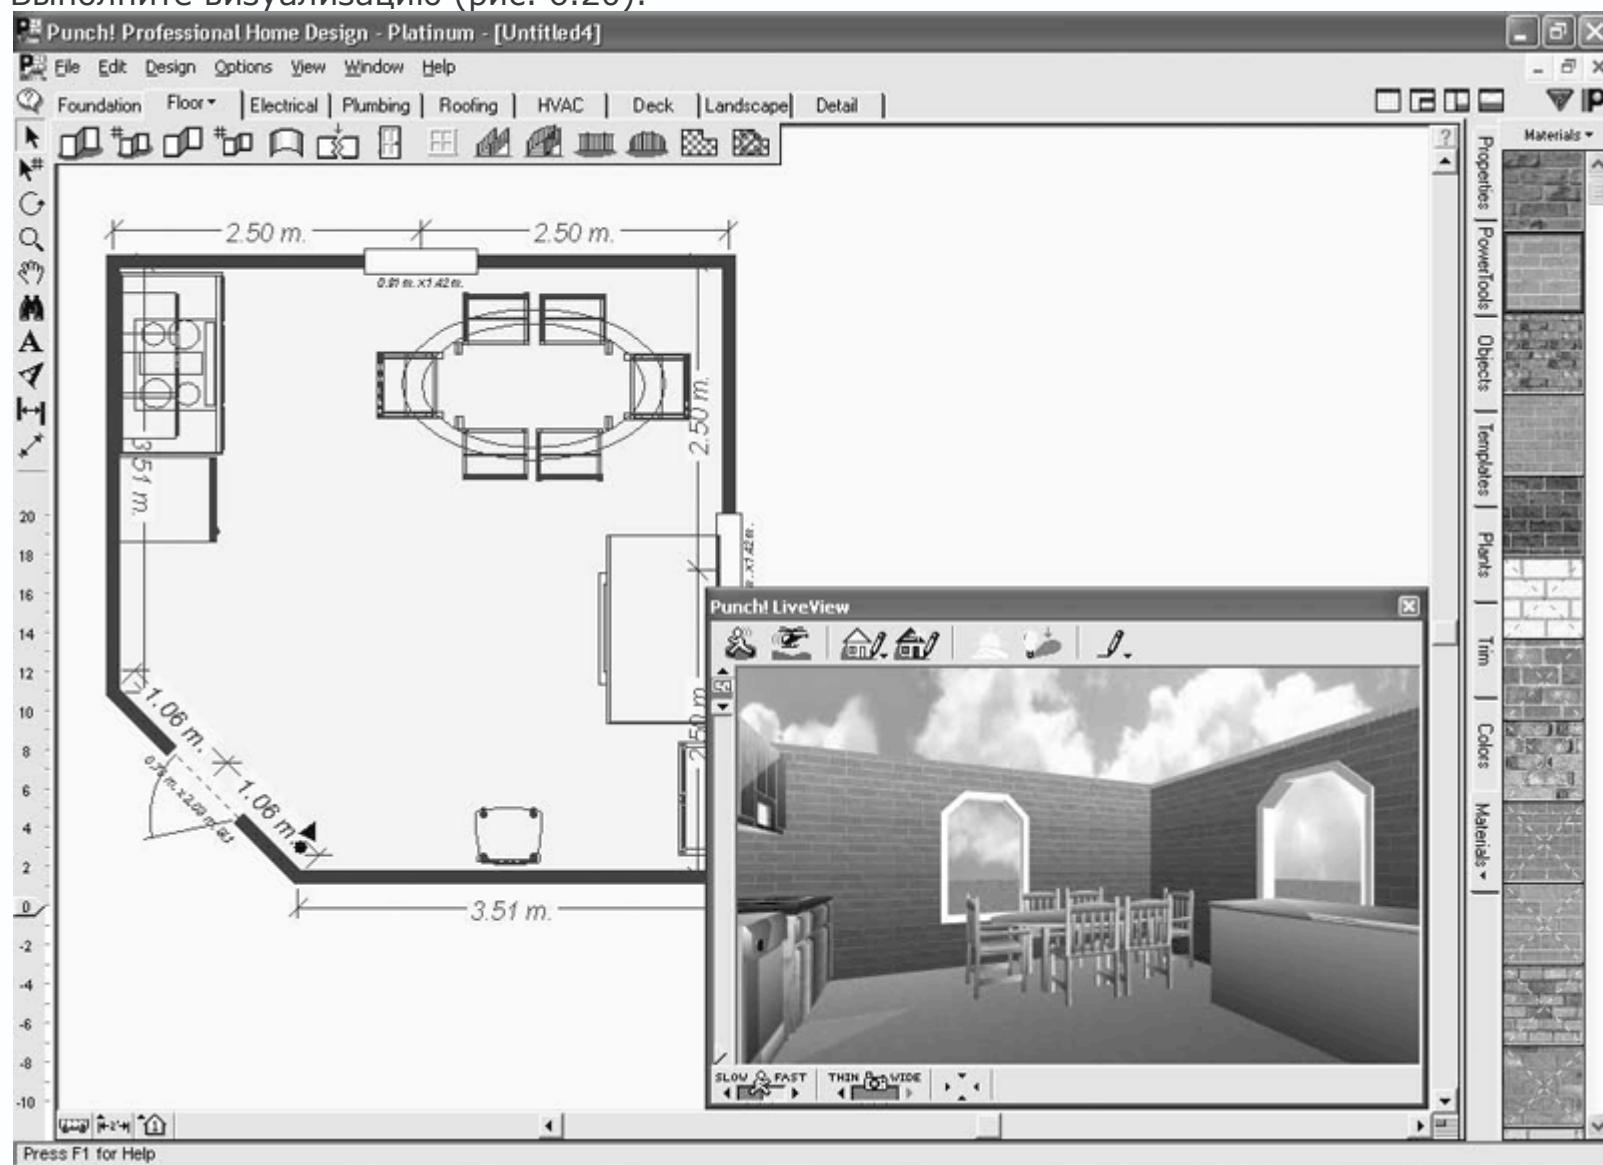

Рис. 6.20. Окончательная доработка трехмерной сцены
- Выполните визуализацию (рис. 6.20).